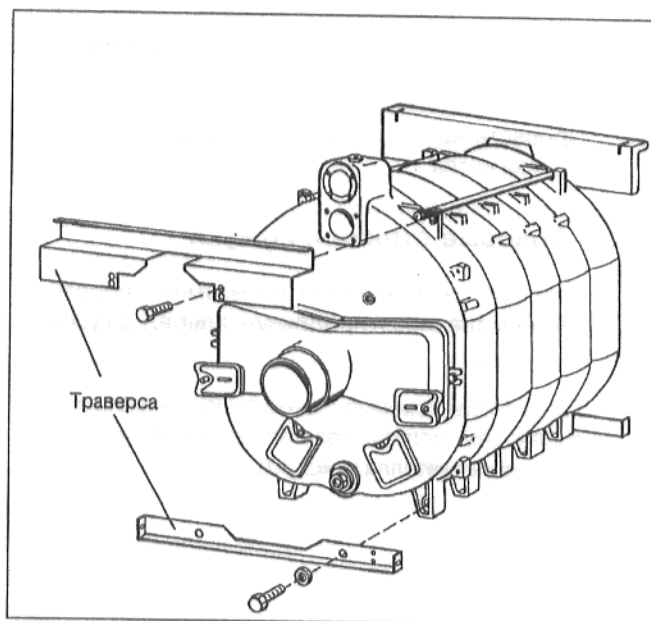

рис. 27
- Сзади вверху зафиксировать траверсу на литых выступах и привинтить винтами М 8 х 15 к обжимным концевым секциям. Окантовки должны быть обращены вперед (рис. 27).